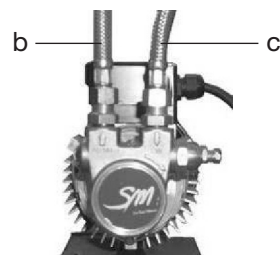

Figura 7
- 3) Conectar el tubo **d** (del equipo hidráulico de la máquina para café) a la descarga de la bomba (figura 7).